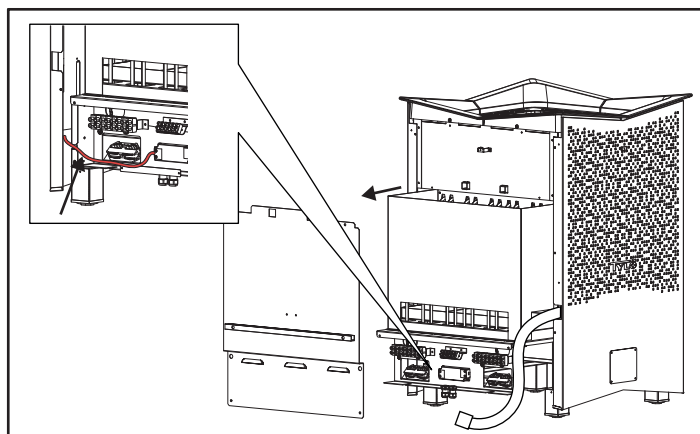

Afb. 8: Zet de 4 bovenhoeken vast met de schroeven.
2. Schroef de 4 bovenhoeken vast, zie Afbeelding 8.